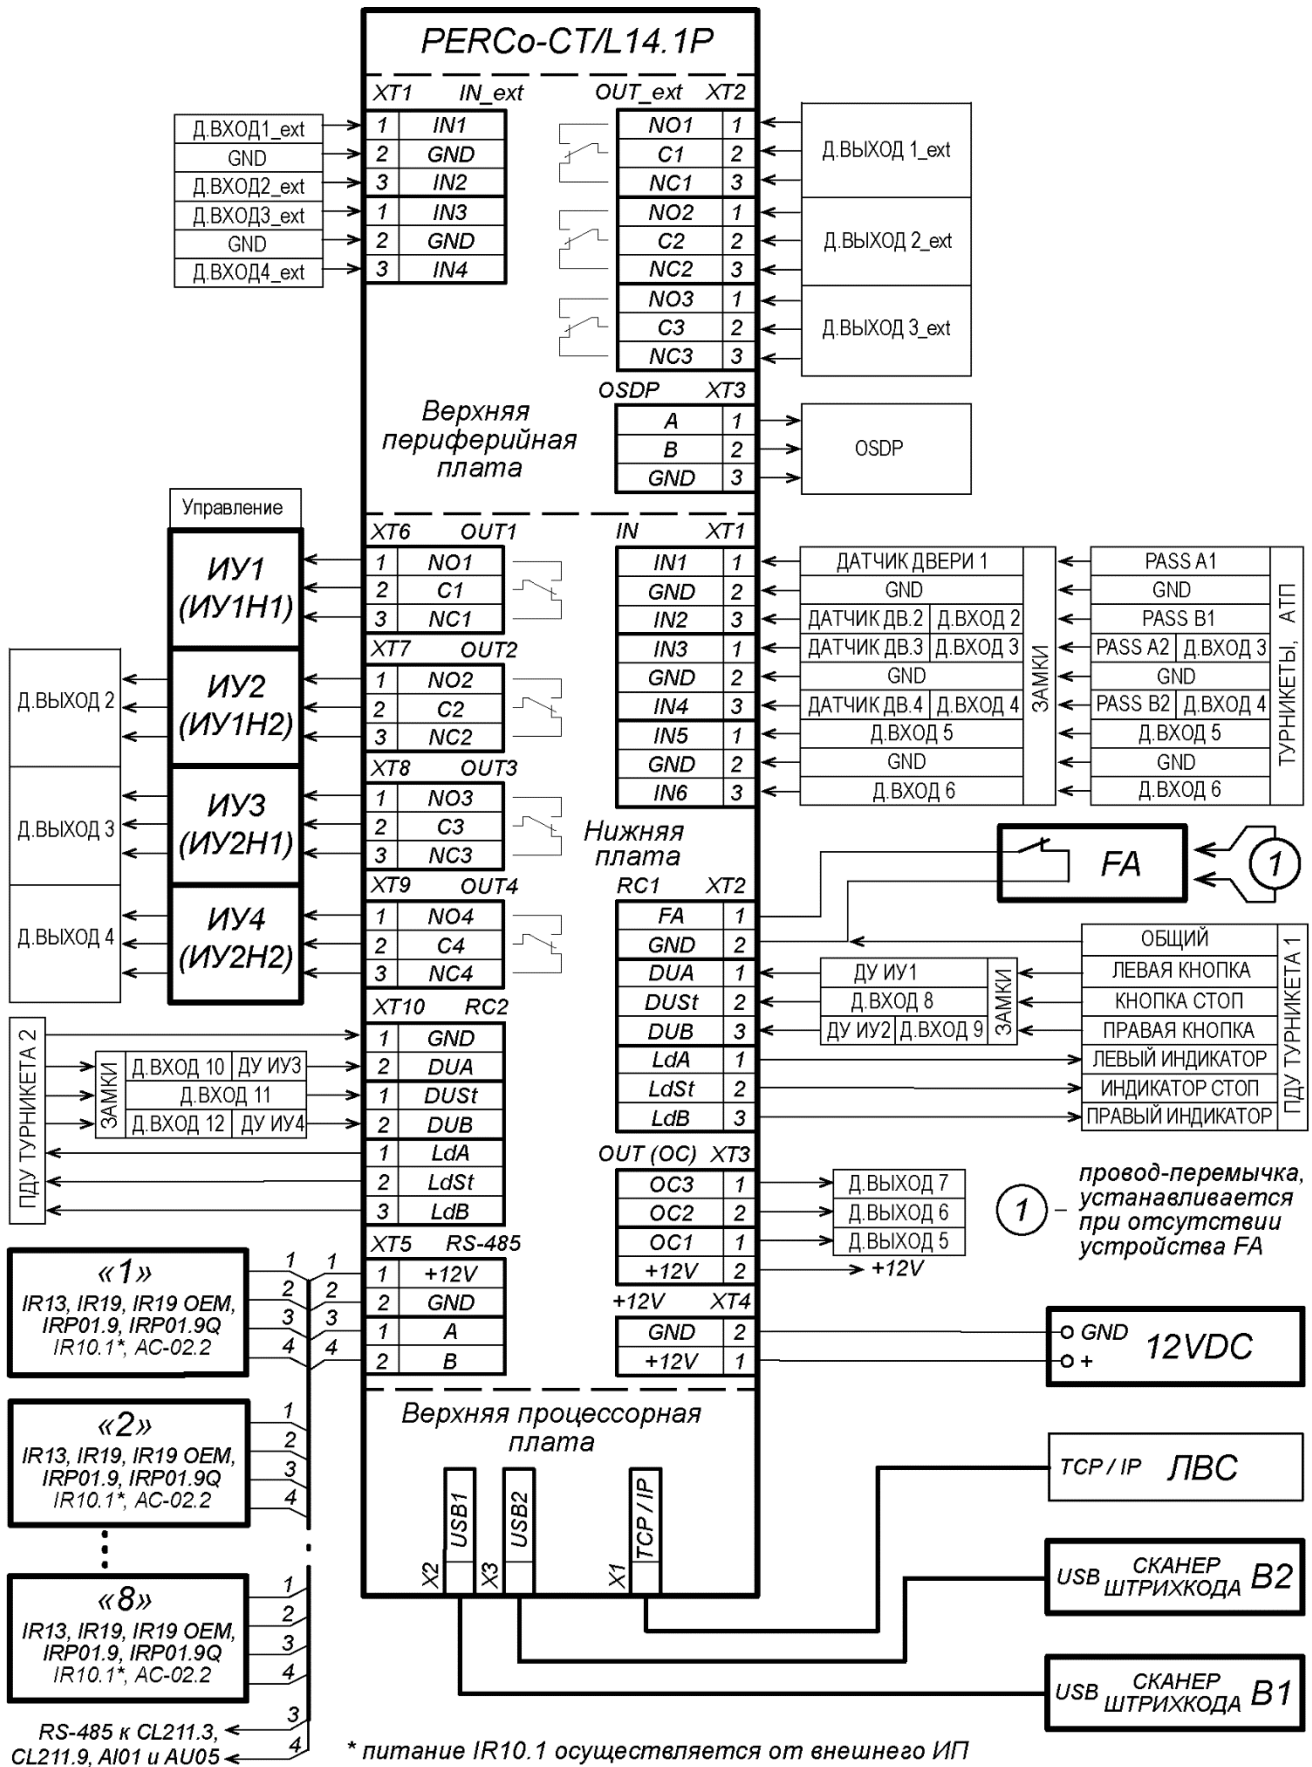

Рисунок 4 Общая схема подключений
При подключении к *RS-485* руководствуйтесь инструкциями на подключаемые устройства и схемой, представленной на рис. 4. Для подключения линии связи *RS-485* к контроллеру применяется кабель типа №2 (см. табл. 4).
Возможны следующие подключения по интерфейсу *RS-485* (см. схему на рис. 4):
Подключение к контроллеру осуществляется согласно схемам, представленным на рис. 4 – 14. Используемые типы кабелей указаны в табл. 4. Расположение клеммных колодок на платах контроллера указано на рис. 1.
7. Установите ИП, подключите кабель от ИП к клеммной колодке **XT4** нижней платы контроллера согласно схеме, представленной на рис. 4.
2. Подключение замка производится к клеммным колодкам **XT6-XT9** нижней платы контроллера в соответствии со схемами подключения (см. рис. 4 – 6).
Аварийная разблокировка (аварийное открытие прохода) исполнительных устройств производится по команде устройства аварийной разблокировки (аварийного открытия прохода) *Fire Alarm*. Устройство *Fire Alarm* подключается к входу контроллера *FA* (контакты *FA* и *GND* клеммной колодки **XT2**, см. рис. 4, 6, 11). При отсутствии устройства *Fire Alarm* на вход должна быть установлена перемычка проводом (установлена при поставке). Параметры для сигнала *FA* указаны в разд. 5.4.2. При подаче управляющего сигнала на вход *FA* контроллер переводится в режим *Fire Alarm*. В этом режиме все подключенные ИУ разблокируются (открываются) для прохода в обоих направлениях. Другие команды управления при этом игнорируются.